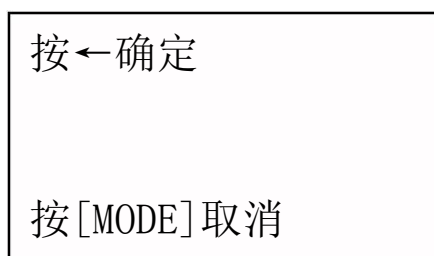

图 34
- e. 按←键进入确认界面，此刻按←键确认删除当前文件，按 **MODE** 键返回菜单状态。如图 34
- d. 用↑或↓键移动光标至恢复默认设置，按←键将进入图 34 确认界面，此刻按←键确认恢复默认设置，按 **MODE** 键返回菜单状态。